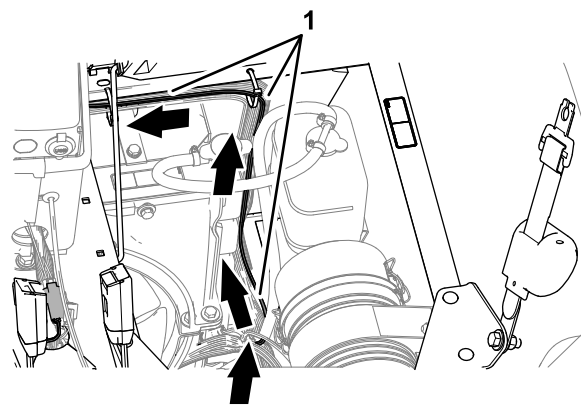

**Рисунок 170**
3. В нижней части машины проложите жгут проводов шины ISO-CAN вдоль жгута проводов машины (**Рисунок 170**).